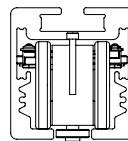

Figura 3. Corredera en riel
c) Monte los conectores de cable con el cable de carga en la cara inferior del cuenco del cargador (figura 3).
d) Encaje la copa del cargador en el soporte de la estación de carga (figura 3).
- II. Taladre en el riel un orificio de 10–12 mm de diámetro en la posición donde se desea deslizar el pasador de seguridad en vertical (figura 3).
- 4) Guíe la unidad de grúa en el riel de modo que el polo positivo del punto de carga quede en el lado derecho, conforme a la figura 3.
- 3) Guíe la unidad de grúa en el riel de modo que el polo positivo del punto de carga quede en el lado derecho, conforme a la figura 3.